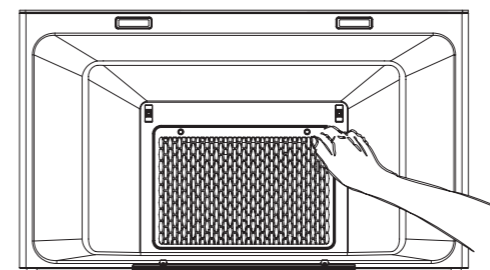
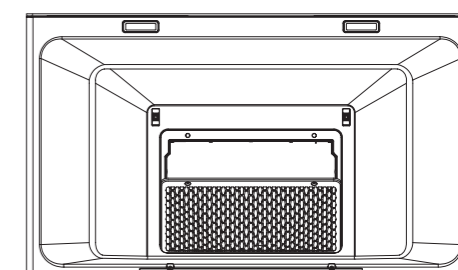

Fig.3
Fig.4
2. 擰下油網螺釘，取下油網（見 Fig.3 和 Fig.4）；